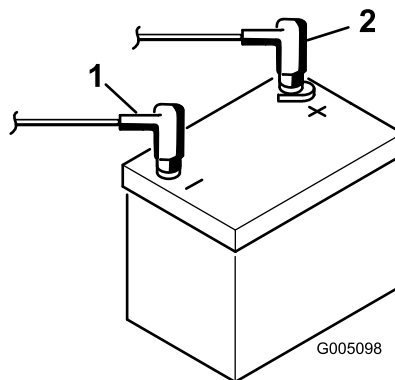

图7
8. 使用螺栓和螺母将正极红色接线连接到正极 (+) 电池端子、负极黑色接线连接到负极 (-) 电池端子图7。将橡皮套滑动到正极电池端子上防止可能发生的短路情况。